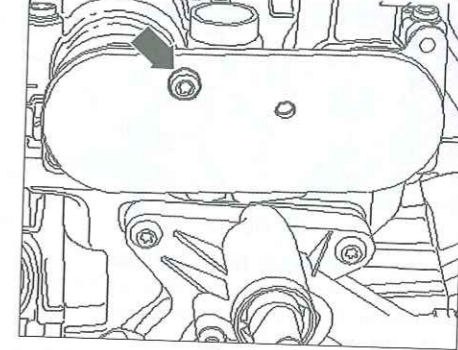

Fig. 10
- [4]. Freno (ref. T10171A) (Fig.10).
- Colocar el útil [4] hasta el tope en las aperturas de los ejes de levas (Fig.10).